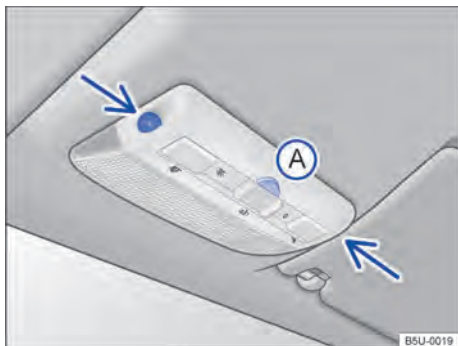

Fig. 28 No console do teto: sensores de monitoramento do interior do veículo e tecla (A) para desligar o monitoramento do interior do veículo.
O monitoramento do interior do veículo dispara o alarme com o veículo travado, se reconhecer movimentos no interior do veículo. O sensor e o receptor estão localizados no conjunto da lanterna de leitura ⇒ Fig. 28 (setas).
- Pressionar a tecla ⇒ Fig. 28 (A) ou ⇒ Fig. 29  por 2 segundos. No painel de instrumentos a luz de controle  se acende.